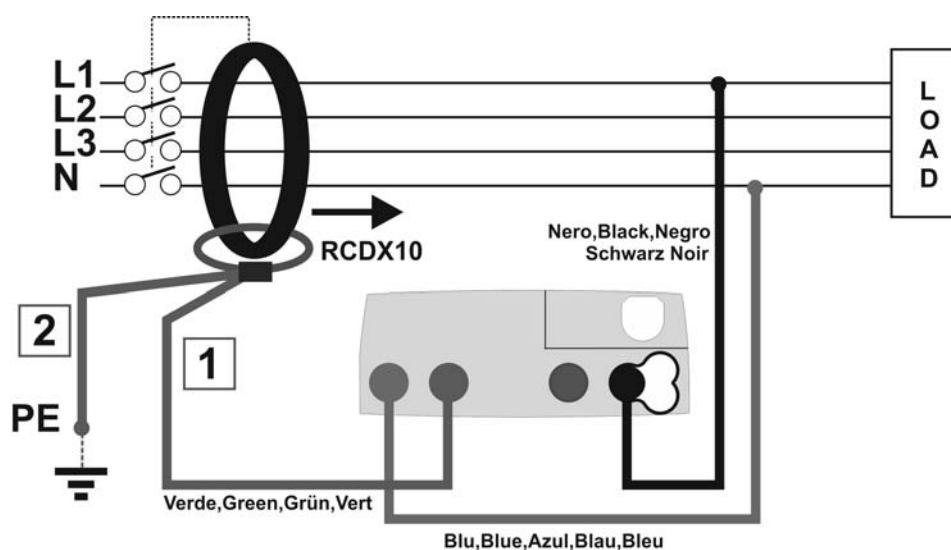

Fig.1: Verbindung des Zubehörteils RCDX10 / Schéma de connection de l'accessoire RCDX10
- Connectez la pince au disjoncteur différentiel en faisant attention de respecter le sens conventionnel du courant indiqué par une flèche (voir figure 1)
- Connectez toujours le câble "2" de la pince à l'instrument et le câble "2" à la masse (voir figure 1)